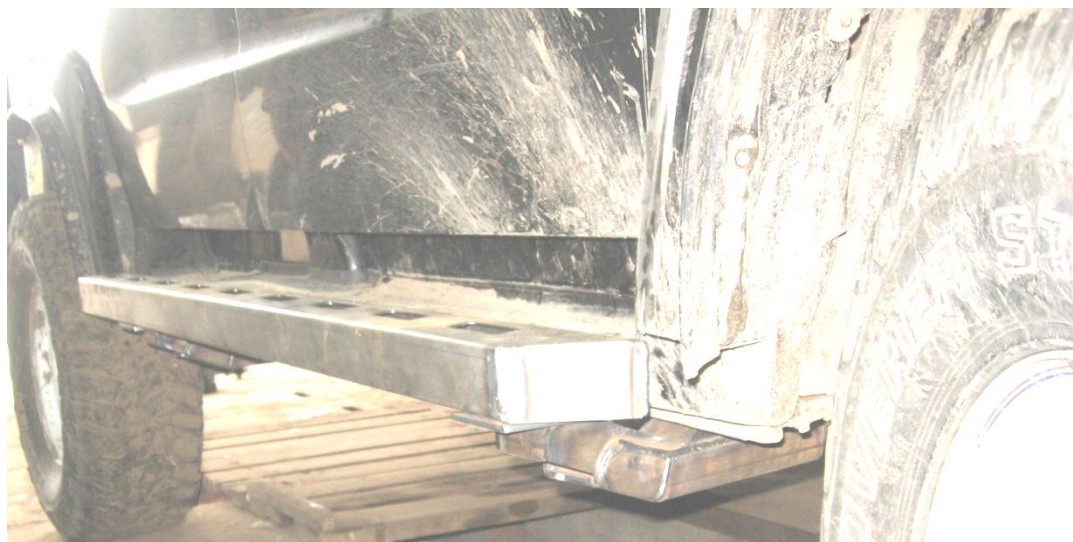

Рис. 7
- После установить порог 1 сверху на кронштейны рис. 7, наживив их соответствующим крепежом. Затем выставить их ровно и параллельно линии кузова а также с зазором относительно него. После окончательно обтянуть крепеж порога а так же и крепеж заднего кронштейна.